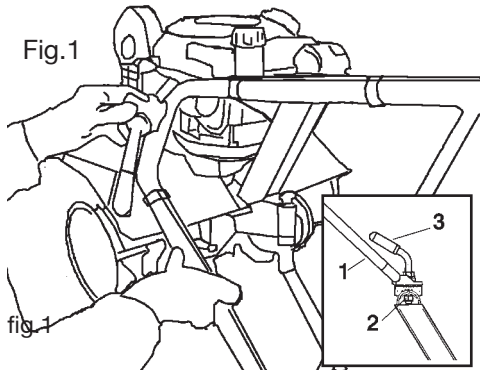

Fig.1
- Die Holme (1) mit der Spezialmutter (2), dem Befestigungshebel (3) und der Scheibe montieren (Abb. 1).